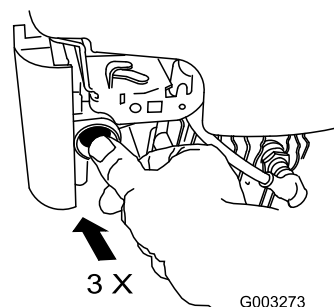

Figure 23
1. Appuyez fermement à 3 reprises sur l'amorceur avec le pouce, en marquant une pause d'une seconde chaque fois (Figure 23).